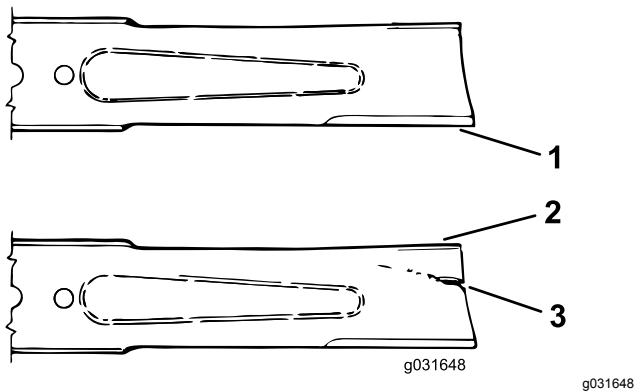

Рисунок 71
3. Осторожно проверьте режущие кромки ножей, особенно в точке соединения плоской и изогнутой частей ножа (Рисунок 71).